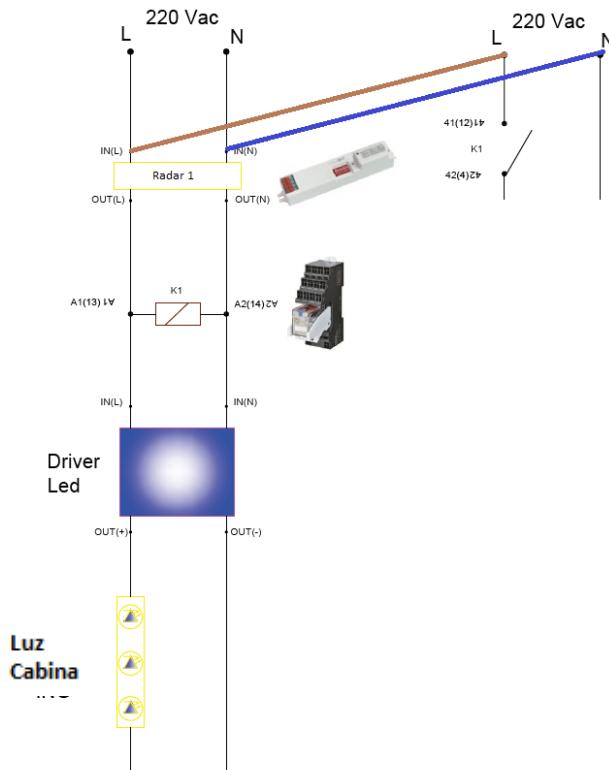

Fig. 5
- V. Tomaremos la fase (L) y se conectará a la patilla 41(12) del relé OMRON (Fig. 5).